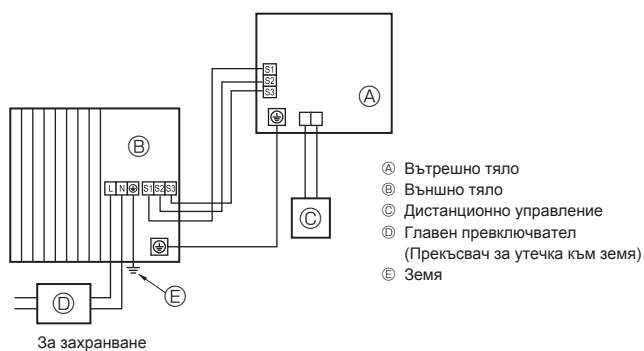
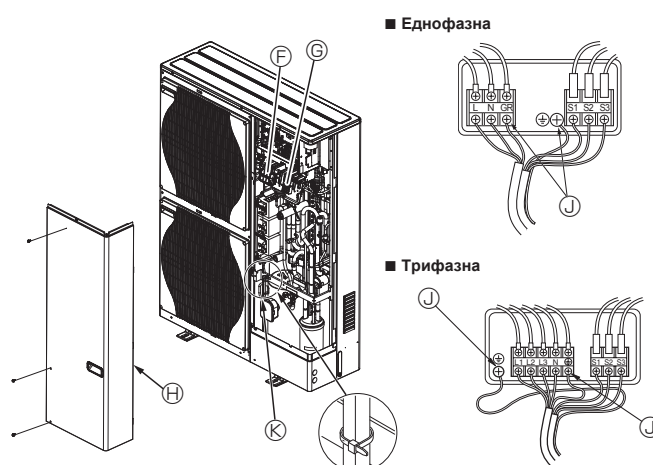

Fig. 5-1
Fig. 5-2
5.1. Външно тяло (Fig. 5-1, Fig. 5-2)
- 2 Опроводете кабелите, като направите справка с Fig. 5-1 и Fig. 5-2.